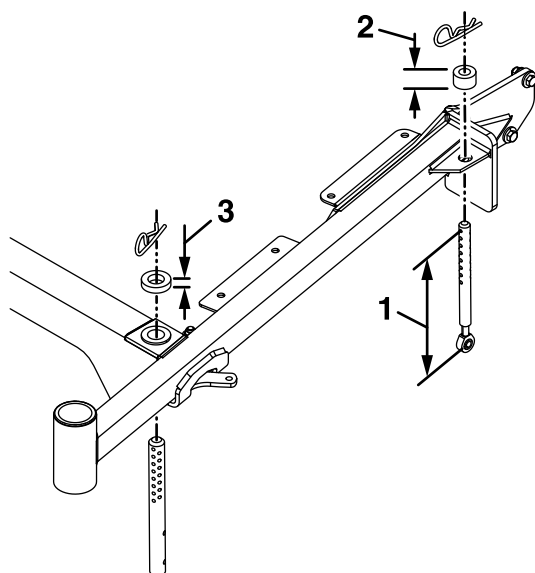

Figure 19
- C. La longueur moyenne des biellettes de support de tablier arrière est de 197 mm (7,76 po ou approximativement 7¾ po) du centre de la rotule au centre du trou le plus éloigné (voir Figure 19).